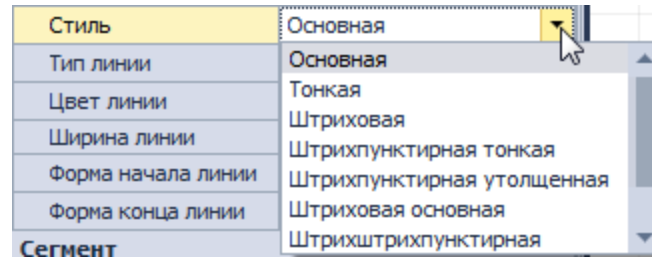

Рис. 360 Поле «Стиль»
- Стиль – выпадающий список с выбором стиля линии (основная, тонкая, штрихпунктирная и т.д.), Рис. 360;